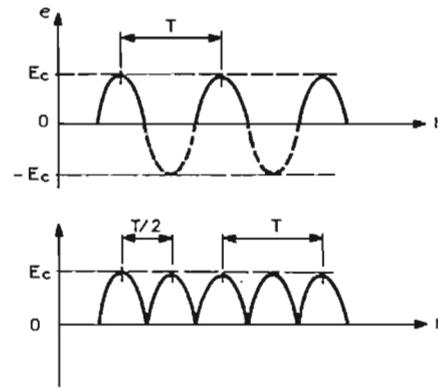

Fig. 5
En l'absence du filtrage, la tension aux bornes de R_4 est composée d'alternances du même signe de sinusoïde. A la figure 5 on montre en (A) la tension de sortie pour le montage monoalternance et en (B) pour les deux autres montages : bialternance et en pont.
En (B) de la figure 5, on montre la forme du signal de sortie; lorsque les deux alternances sont redressées, on les trouve toutes les deux du même côté de l'axe des temps. La période est alors $T/2$ et la fréquence $2f$, donc 100 Hz, si celle de la source est de 50 Hz. C'est la raison pour laquelle, le ronflement des appareils radio en BF, dû à une insuffisance de filtrage est à 100 Hz, ce qui n'exclut pas un ronflement à 50 Hz dû à d'autres causes. Ce dernier s'élimine d'une manière différente.